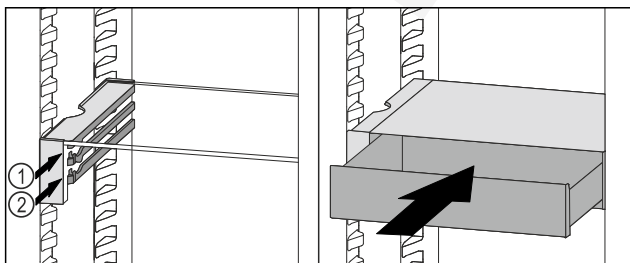

Fig. 85
- ▶ A VarioSafe-fiókot az ütközők mögött helyezze a kívánt bordára a Fig. 85 (1) vagy Fig. 85 (2) szerint.